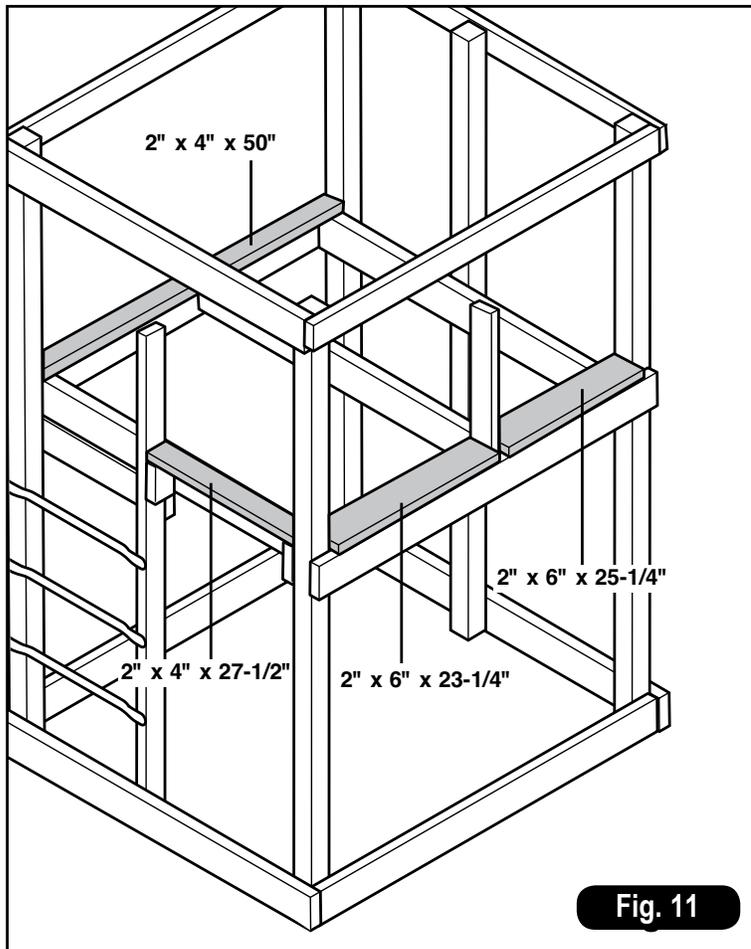

Fig. 11
4. Position the 2" x 6" x 23-1/4" and 2" x 6" x 25-1/4" boards to the frame as indicated in Fig. 11. The boards should be flush with the outside edge of the 2" x 6" deck support. Attach using two 3" screws at each joint.
5. Position 2" x 4" x 50" board to the frame so it is flush with the outside edge of the 4" x 4" corner posts (Fig.11). Attach using two 3" screws at each joint.
6. Position the 2" x 4" x 27-1/2" board to the frame as indicated in Fig. 11. The board should be positioned square to the corresponding 2" x 4" x 5-1/2" supports. Attach using two 3" screws at each end of the 2" x 4" x 27-1/2" board.
4. Posicionar los planos de 2" x 6" x 23-1/4" y 2" x 6" x 25-1/4" en la estructura como se indica en la Fig. 11. Los planos deben estar al ras con el borde externo del soporte para plataforma de 2" x 6". Unir utilizando dos 3" tornillos en cada junta.
5. Posicionar el plano de 2" x 4" x 50" en la estructura de tal forma que esté al ras con el borde externo de los postes esquineros de 4" x 4" (Fig. 11). Unir utilizando dos 3" tornillos en cada junta.
6. Posicionar el plano de 2" x 4" x 27- 1/2" en la estructura como se indica en la Fig. 11. El plano debe estar posicionado en ángulo recto a los soportes de 2" x 4" x 5-1/2" correspondientes. Unir utilizando dos 3" tornillos en cada extremo del plano de 2" x 4" x 27-1/2".
4. Placer les planches de 2 po x 6 po x 23-1/4 po (50 mm x 150 mm x 590 mm) et de 2 po x 6 po x 25 1/4 po (50 mm x 150 mm x 641 mm) au cadre tel qu'indiqué à la fig. 11. Les planches doivent être alignées avec le bord extérieur du support de plate-forme de 2 po x 6 po (50 mm x 150 mm). Fixer à l'aide de deux 3 po (76 mm) vis à chaque joint.
5. Placer la planche de 2 po x 4 po x 50 po (50 mm x 100 mm x 1,27 m) au cadre en l'alignant avec le bord extérieur des poteaux de coin de 4 po x 4 po (100 mm x 100 mm) (voir fig. 11). Fixer à l'aide de deux 3 po (76 mm) vis à chaque joint.
6. Placer la planche de 2 po x 4 po x 27 1/2 po (50 mm x 100 mm x 698 mm) au cadre tel qu'indiqué à la fig. 11. La planche doit s'aligner aux supports de 2 po x 4 po x 5 1/2 po (50 mm x 100 mm x 140 mm) correspondants. Fixer à l'aide de deux 3 po (76 mm) vis à chaque extrémité de la planche de 2 po x 4 po x 27 1/2 po (50 mm x 100 mm x 698 mm).